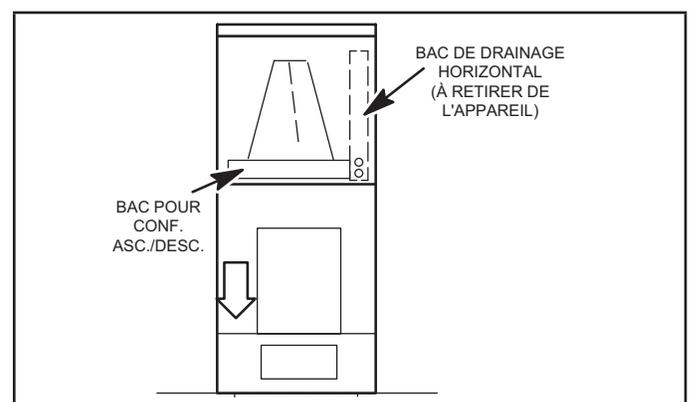

FIGURE 13. Position en configuration descendante
- 2 - Pour obtenir les meilleurs rendement et écoulement d'air, retirez le bac horizontal des unités installées en configuration descendante comme illustré à la figure 13.
- 3 - Faites pivoter l'enceinte de 180° pour inverser le haut et le bas. Voir la figure 13. Il peut être nécessaire de retirer au préalable le ventilateur pour alléger l'enceinte afin de pouvoir la soulever plus facilement.